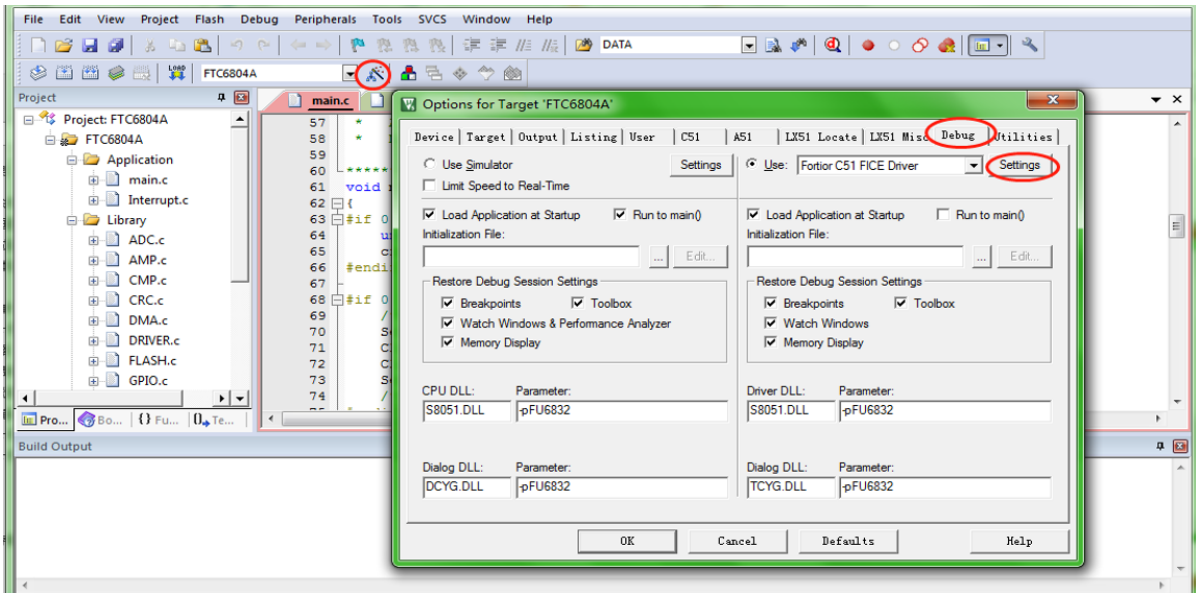

图 33-1 代码保护配置
1. 打开 8051 集成开发工具，编译前进入 Target Options 中并选择 Debug 选项卡，按照上图 33-1 图 33-1 所示进行选择，并点击 Settings 进入下一步设置；